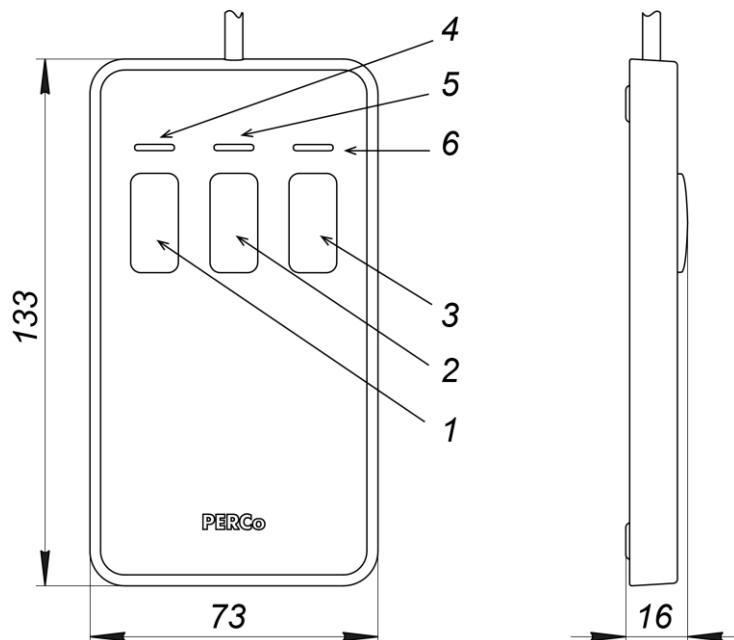
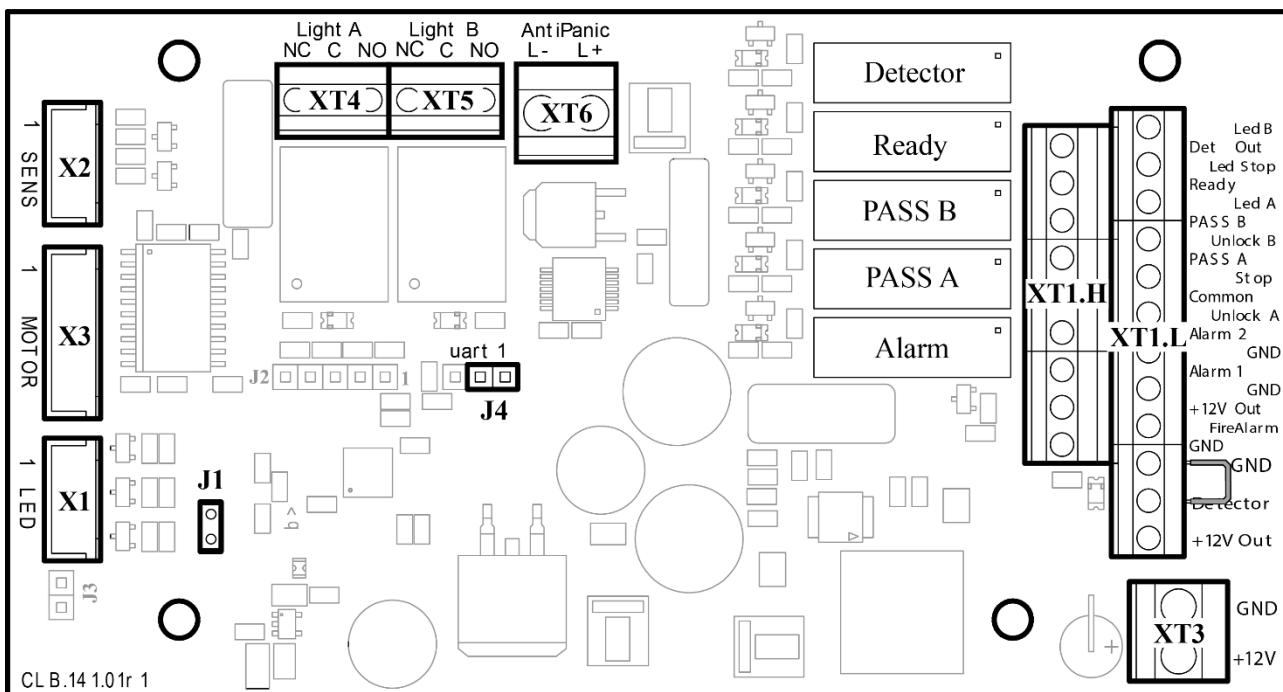

Рисунок 4. Общий вид и габаритные размеры ПДУ
Рисунок 5. Внешний вид платы управления
ПДУ (9) выполнен в виде небольшого настольного прибора в корпусе из ударопрочного АБС пластика и предназначен для задания и индикации режимов работы при ручном управлении турникета. ПДУ подключается к плате гибким многожильным кабелем (10) через клеммную колодку **XT1.L** (см. рис. 5). Общий вид ПДУ показан на рис. 4.
Внутри стойки расположен кронштейн с установленной платой управления (см. рис. 5) и клеммами для подключения внешних устройств. К плате подключаются ПДУ, выходы СКУД, устройство РУ (при его использовании), устройство аварийного открытия прохода *Fire Alarm* (далее – *устройство Fire Alarm*). На клеммы подключения внешних устройств выведены линии подключения источника питания, линии сигналов считывателей. Подключение внешних устройств производится в соответствии со схемой электрических соединений турникета (см. рис. 13).
На плате управления (см. рис. 5) расположены:
Выбор режима управления осуществляется снятием / установкой перемычки на разъеме *J1* платы управления. Расположение разъема *J1* показано на рис. 5. При поставке перемычки установлена, что соответствует импульльному режиму управления турникетом. Для перехода в потенциальный режим управления снимите перемычку. Изменение режима управления произойдет после включения турникета.